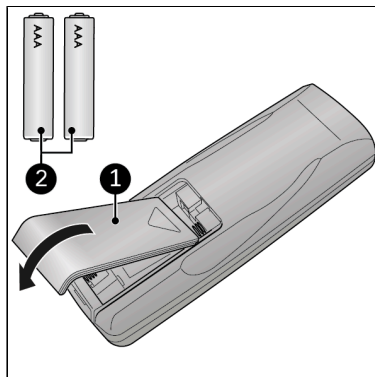

Figuur 15.
1. Zorg dat het apparaat is uitgeschakeld en dat de stekker uit het stopcontact is verwijderd (Figuur 15, pos. 2).
2. Verwijder de rubberen stop uit de afvoer (Figuur 15, pos. 4).
3. Sluit de meegeleverde waterafvoerslang (Figuur 15, pos. 1) aan op de afvoer van het apparaat.
4. Plaats het uiteinde van de waterafvoerslang in een emmer (Figuur 15, pos. 3).